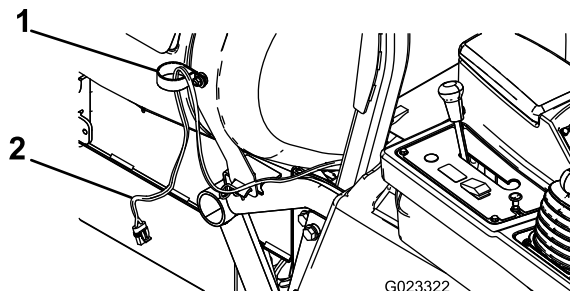

Bild 3
- Verlegen Sie das Schlauchtrommelende des Kabelbaums durch die R-Klemme, wie in Bild 3 abgebildet.